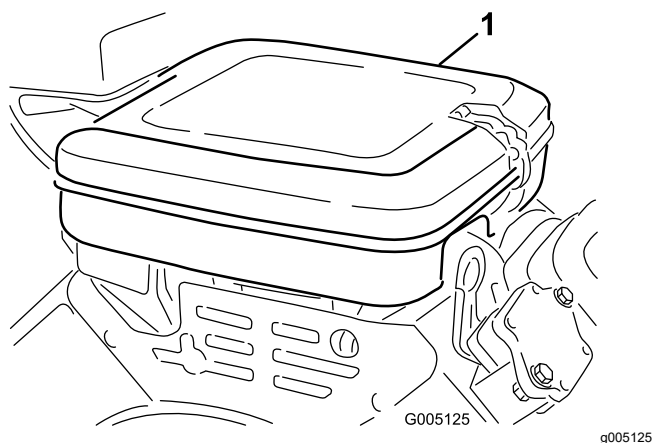

Figura 31
1. Limpe a cobertura do filtro de ar (Figura 31).